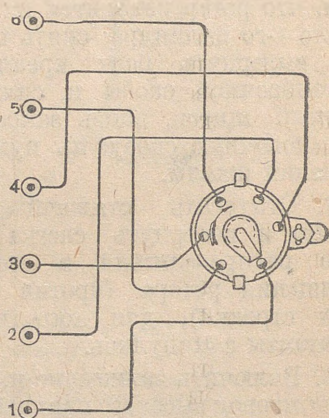

Рис. 26. Схема присоединения проводов от свечей к прерывателю-распределителю
10. Проверить, правильно ли соединены провода от свечей (проверку начинать с первого провода). Провода должны быть присоединены в следующем порядке (по часовой стрелке) (рис. 26): 1—5—3—6—2—4.
Порядок присоединения проводов от прерывателя-распределителя к свечам указан на рис. 26.